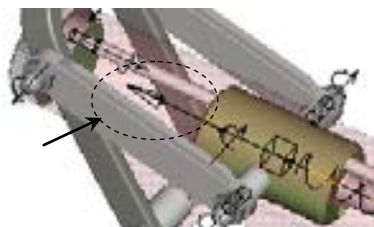

图 12.5.45 箭头的正确方向
(3) 此时模型中出现一个洋红色的箭头，表明连接轴中从动图元将相对于参照图元移动的方向，可以单击 **反向** 按钮来改变方向，正确方向如图 12.5.45 所示。
(4) 定义运动函数。单击对话框中的 **轮廓** 标签，在选项卡界面中进行下列操作。
① 选择规范。在 **规范** 区域的列表框中选择 **位置**。